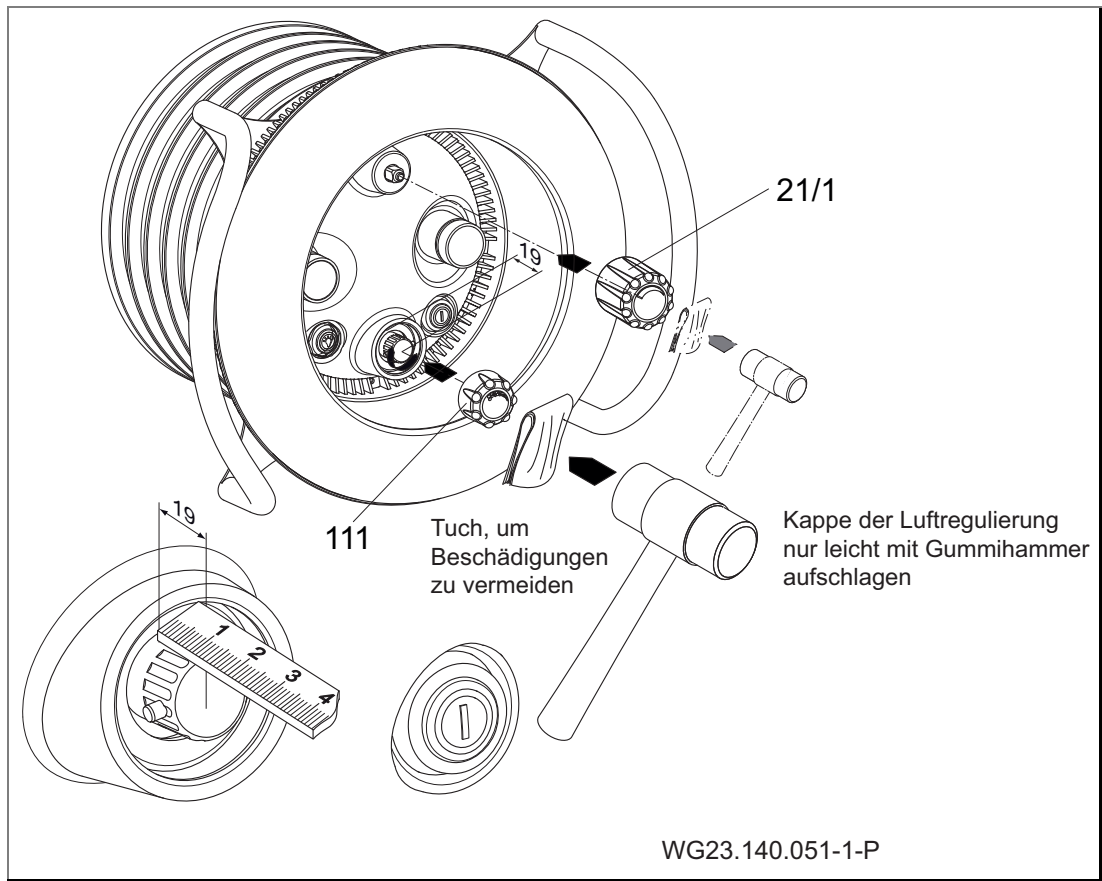

Abb. 19
12. Primavera: Kappe für Mengen- (111) und Luftregulierung (21/1) mit Hilfe eines Gummihammers und Schutzuches befestigen. (Abb. 19)